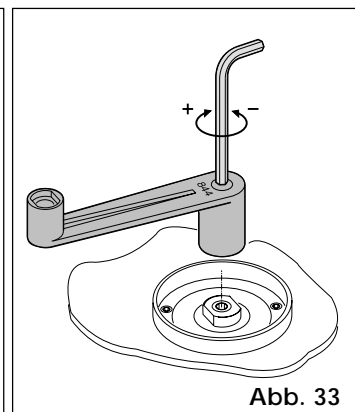

Abb. 33
- 3) Antriebswelle mit beigestelltem Hebel kontern und Einstellschraube der Kupplung gemäß Abb. 33 einregeln. Einstellschraube zur Erhöhung des Drehmoments im Uhrzeigersinn drehen.